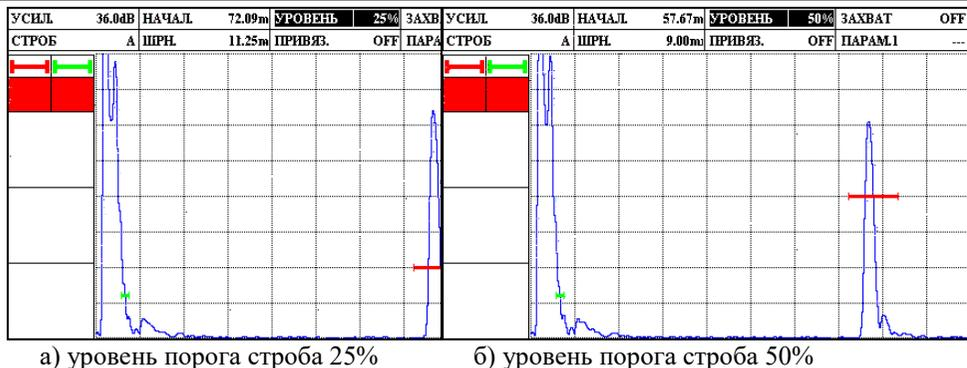

Рисунок 2.25 – Установка ширины строба
4. Указать уровень порога строба «УРОВЕНЬ», задается в процентах от высоты экрана, может принимать значения от 0 до 100% высоты экрана (рис. 2.25). Увеличение высоты уровня строба означает, что только более высокие по амплитуде сигналы смогут быть зарегистрированы.